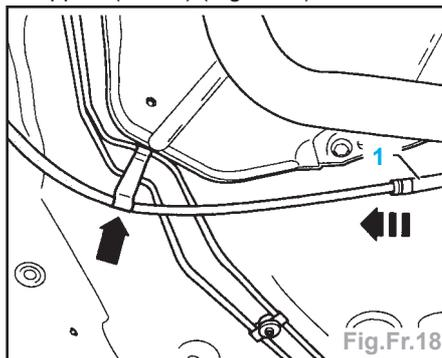

Fig.Fr.18
- Décrocher le câble de frein à main du support (flèche) (Fig.Fr.18).